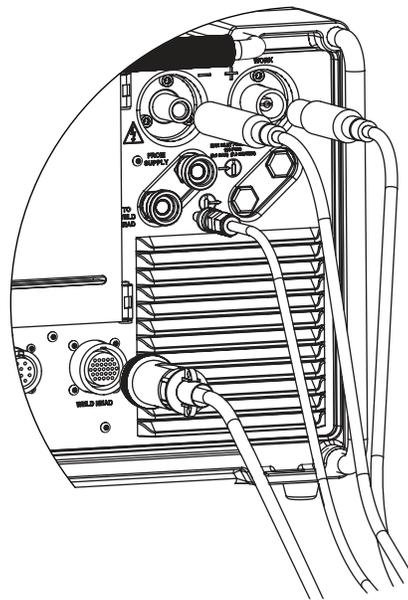

图 8 — 将焊头组件连接到电源上
1. 把焊接头四分之一圈接头上的槽对准标有焊接头的 M200 电源插座(图 8) 上的小片, 插入接头。顺时针转动插头来将其锁定。听到咔嚓声表示接头已经锁定。该连接提供驱动焊接头控制信号。